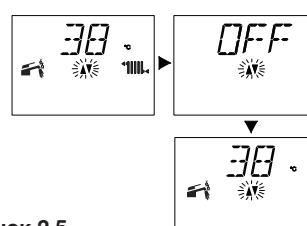

Рисунок 2.5
- На ЖК-дисплее последовательно отображаются следующие символы (Рисунок 2.5).